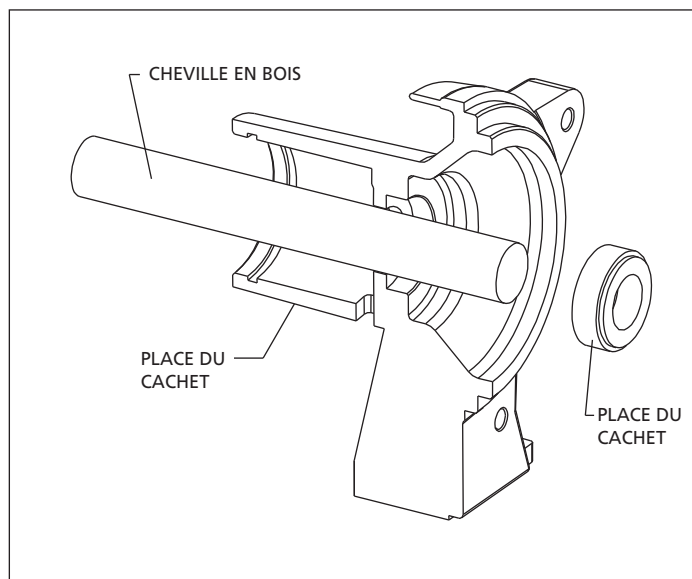

Figure 5 - Enlèvement de la Place du Cachet
6. Utiliser une cheville en bois pour pousser hors place de cachet (la partie de Ref. No 5) du corps (Ref. No 4) (Voir la figure 5).